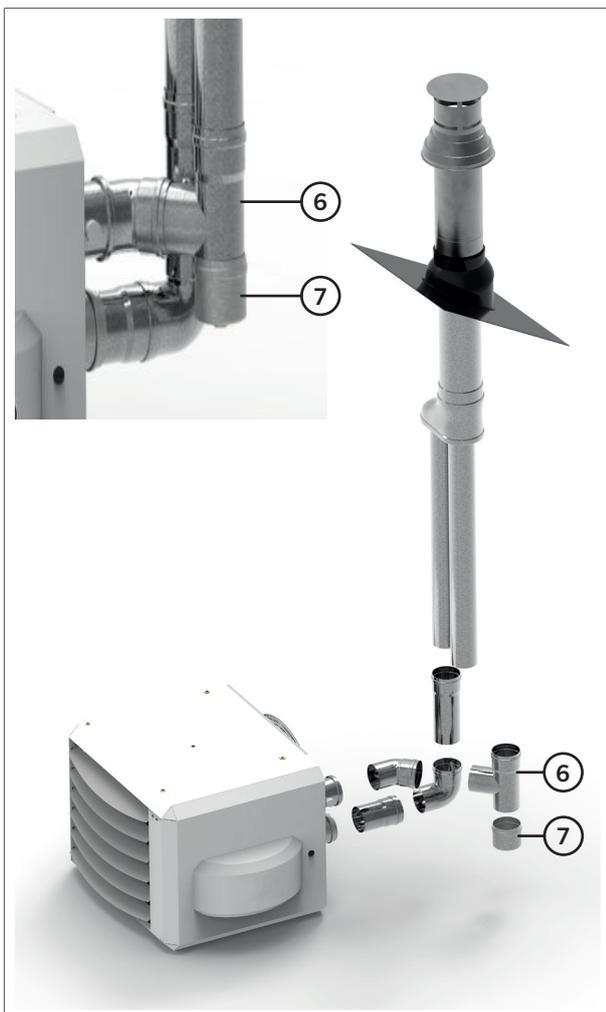

Figure 21 - Raccord en T (6) et purgeur de condensats (7)
- Ajouter un raccord en T (figure 21).
- Ajouter un purgeur de condensat (figure 21).